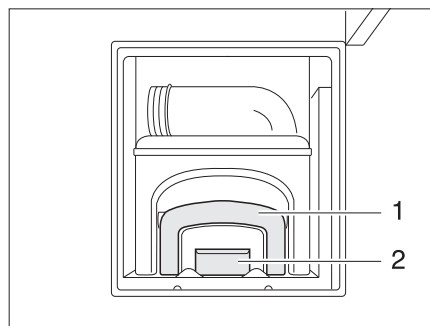

Fig. 241 Acceso al depósito de aguas fecales, abierto
- Accionar el desbloqueo (Fig. 241,2) y extraer el depósito de aguas fecales (cassette) sujetándolo del tirador (Fig. 241,1).